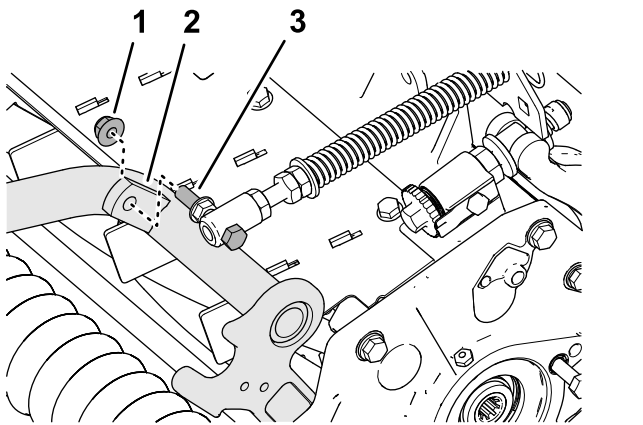

Figura 19
4. Montai dopul filetat al arcului de compensare pentru gazon pe umărul drept al cadrului de susinere (Figura 19) folosind o contrapiuliă cu guler ($\frac{3}{8}$ ").